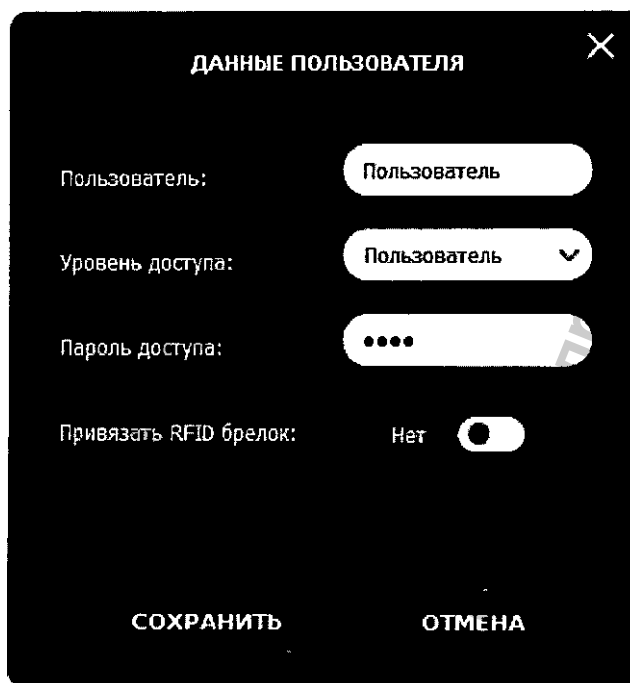

Рисунок 3.46. Параметры учетной записи пользователя
3. В окне диалога (рисунок 3.46) установите параметры учетной записи.